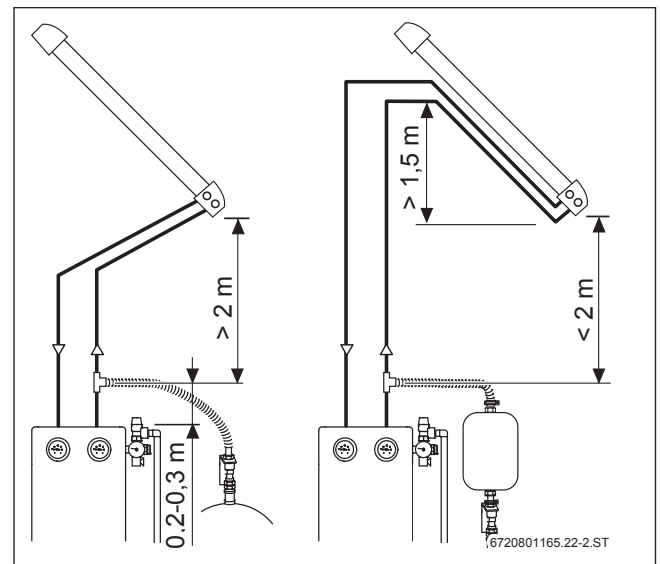

Bild 160 Abstand zum Kollektorfeld (SKR)
- ▶ Wenn die Mindestrohrleitungslänge oder der Mindesthöhenabstand **nicht** eingehalten werden kann: Am Kollektorfeld mit Vorlauf und Rücklauf einen „Leitungssack“ von mindestens 1,5 m Höhe bilden (\rightarrow Bild 160).